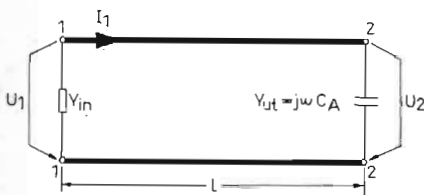

Fig 13
Resonansledningarnas ingång belastas vanligen av en generator i form av ett rör med tillhörande elektrodkapacitanser (fig. 13) och tillledningsinduktanser. Kretsen får då en reaktiv belastning och dess dimensionering måste anpassas därefter. Fortfarande gäller ekv. (1) för en ideell ledning. Ingångsadmittansen kan i detta fall fås genom att de båda ekvationerna divideras med varandra. Detta ger: